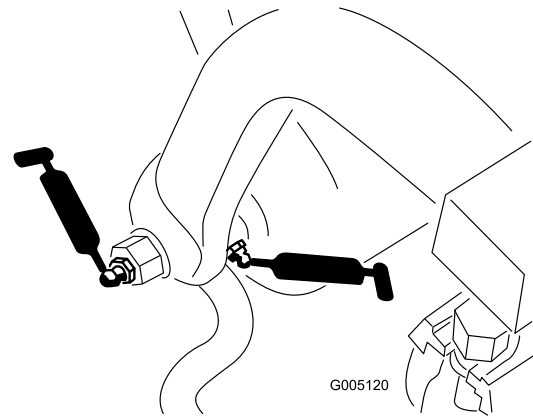

Bild 32
- Zugrahmenwelle und Rolle (12) (Bild 32)